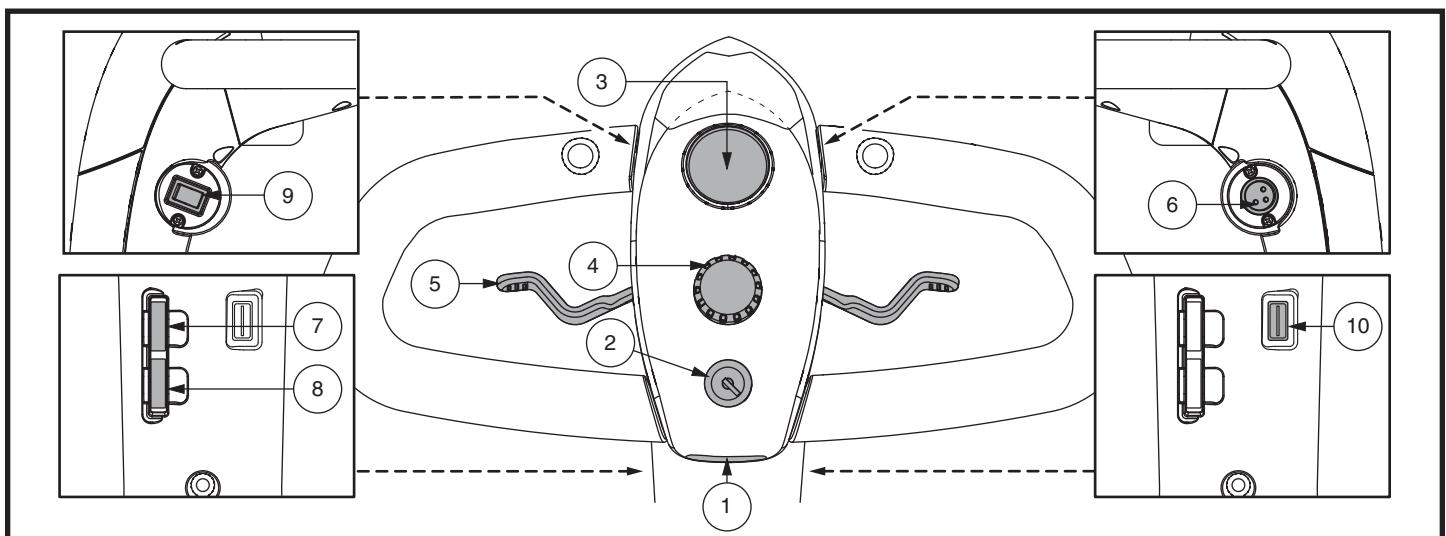

Figura 5. Componenti di console manubrio E (Modello Jazzy ZTS)
*Alloggiamento cavo di alimentazione del caricatore (Porta del manubrio) funziona anche come porta di programmazione nelle console E e F (**vedere figura 5 e 6**).